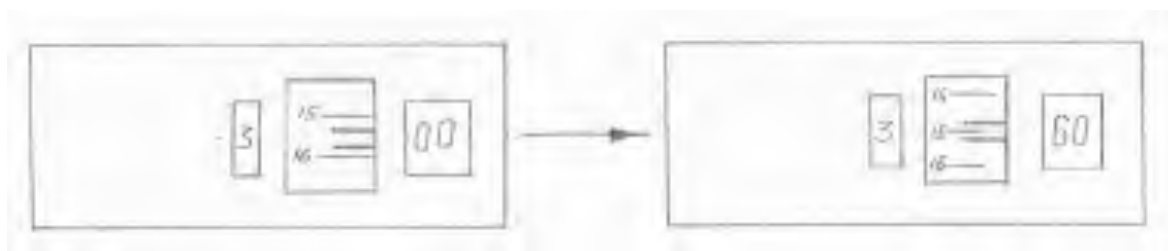

Рис. 3 Снятие показаний с экрана весов ВЛР-200.
шкалы, ручкой 9 введите одно из ее делений в отсчетную отметку (рис. 3) и снимите показания.
6. Взвешивание предметов. Вначале определяют примерную массу предмета на электронных весах. Затем помещают предмет на левую чашу аналитических весов с предварительно установленной нулевой точкой, а на правую чашу весов выставляют набор разновесов, соответствующий массе предмета в целых граммах, при необходимости десятые доли грамма выставляют при помощи рукоятки 8. Поворотом ручек 1 и 12 включают весы, при этом в окошке 6 должна появиться светящаяся шкала. Поворотом ручки 9 вводят одно из делений шкалы в отсчетную отметку (рис. 3) и снимают показания.